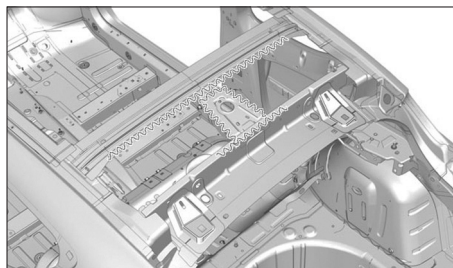

FIG. 140
- Appliquer une colle de calage indice A2 (Fig.140).